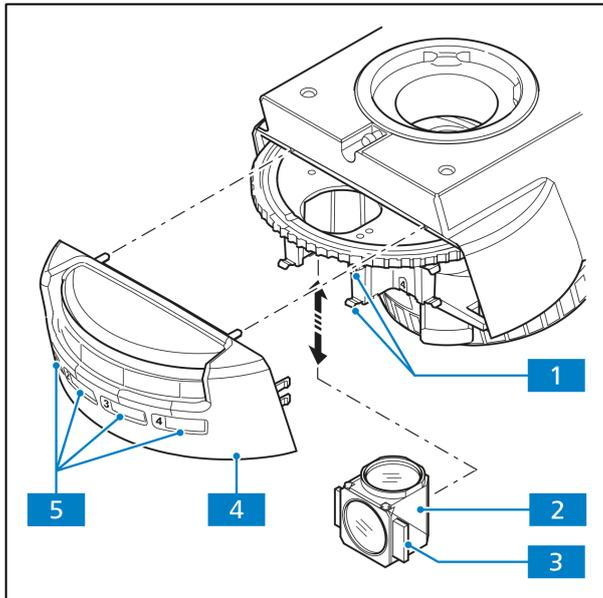

Abb. 3-7 Austausch des Reflektormoduls
- Abdeckkappe (Abb. 3-7/4) nach vorn vom Stativ abziehen.
- Das Modul (Abb. 3-7/2) wie im Bild dargestellt mit den rechts und links am Modul angebrachten Halteelementen (Abb. 3-7/3) schräg von unten in die oberen Federklemmen (Abb. 3-7/1) des Reflektorrevolvers einführen.
- Die mitgelieferten Klebeschilder mit den Daten der Filterkombination des jeweiligen Moduls auf das entsprechende Feld auf der Abdeckkappe (Abb. 3-7/5, Position 1 bis 4) kleben.